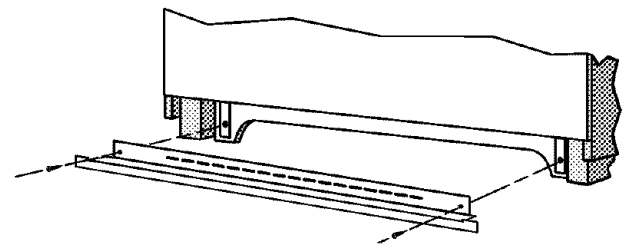

FIGURE 1
- Voir la figure 1 pour la pose de la garniture inférieure.